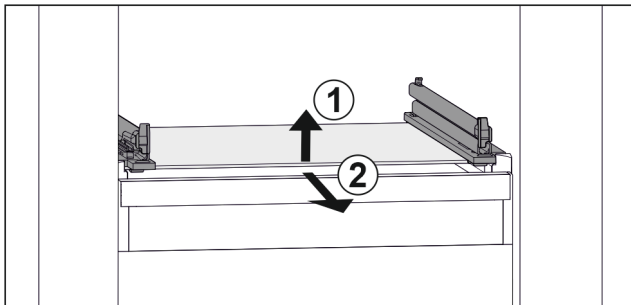

Fig. 62 Rappresentazione esemplificativa del ripiano in vetro
- ▶ Sollevare il ripiano in vetro dal davanti. Fig. 62 (1)
- ▶ Rimuovere il ripiano in vetro tirando in avanti. Fig. 62 (2)